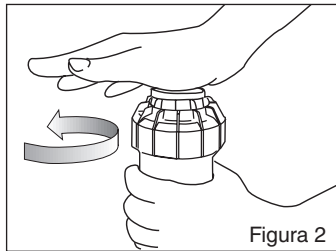

Figura 2
- 1 Con la palma de su mano, gire la torreta de la tobera hacia la izquierda hasta la detención de la izquierda para completar cualquier ciclo de rotación interrumpido (Figura 2).